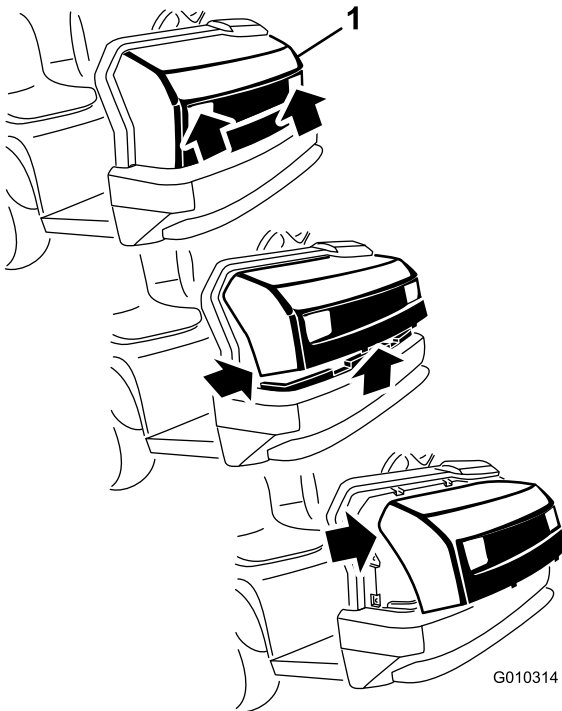

Bild 28
1. Fassen Sie die Motorhaube in den Scheinwerferöffnungen an und heben sie an, um die unteren Befestigungsösen aus den Rahmenschlitz zu heben (Bild 28).
2. Drehen Sie die Unterseite der Motorhaube nach oben, bis Sie die oberen Befestigungsösen aus den Rahmenschlitz ziehen können (Bild 28).
3. Drehen Sie die Oberseite der Motorhaube nach vorne und ziehen Sie die Kabelanschlüsse von den Scheinwerfern ab (Bild 28).
2. Stecken Sie die oberen Befestigungsösen in die Rahmenschlitz (Bild 28).
3. Stecken Sie die unteren Befestigungsösen in die Rahmenschlitz (Bild 28).